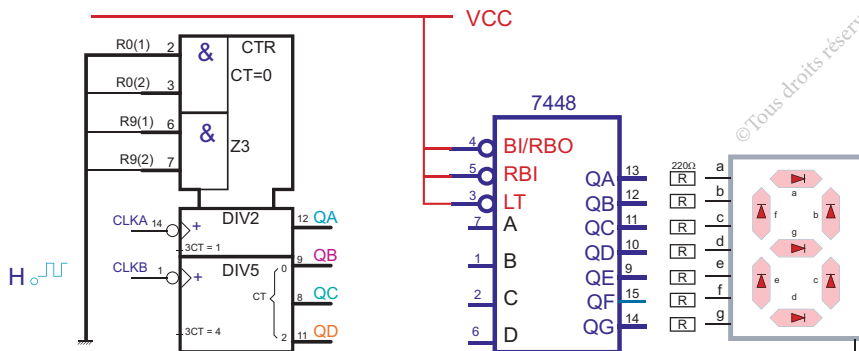

Fig. 17
- 3 Proposer un schéma d'un compteur modulo 5 tout en gardant les entrées R0 et R9 inactives. Compléter le sur la figure 17. Simuler son fonctionnement.